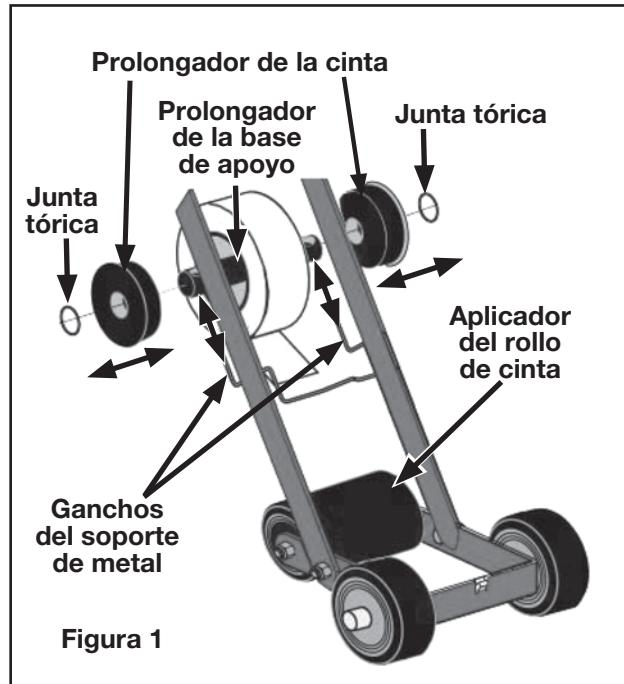

Figura 1
2. Levante el prolongador de la base de apoyo de los ganchos del soporte de metal (**Figura 1**).
3. Primero, quite las juntas tóricas de cualquier lado de los prolongadores de la cinta, y luego, quite los prolongadores de la cinta (**Figura 1**).